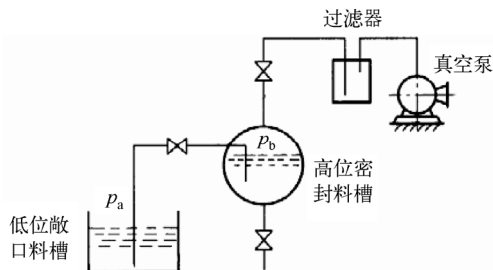

图 4-167 真空吸料装置结构示意图
- **真空吸料装置：**使用真空泵实现流产品传递的设备，如图 4-167 所示，其主要优点是物料不会经过泵体，所以适用于传送黏度大或具有腐蚀性的物料（真空泵的结构原理类似于针筒，此处不再做详细解释）。